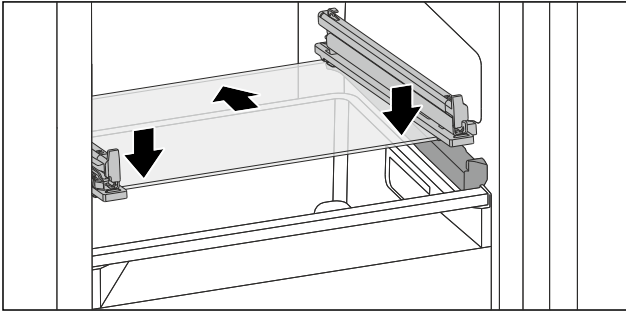

Fig. 178 Ripiano in vetro del cassetto ribaltabile
- ▶ Applicare il ripiano in vetro obliquamente dietro i fermi. (vedere Fig. 178)